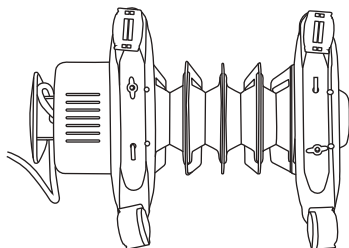

Рис. 4
- Соединить одну из опорных ножек (2) с двумя роликами (1).
- Закрепить гайками (3).
- Перевернуть обогреватель нижней частью вверх, как показано на Рис. 4.
- Продеть металлический держатель (4) через фиксатор.